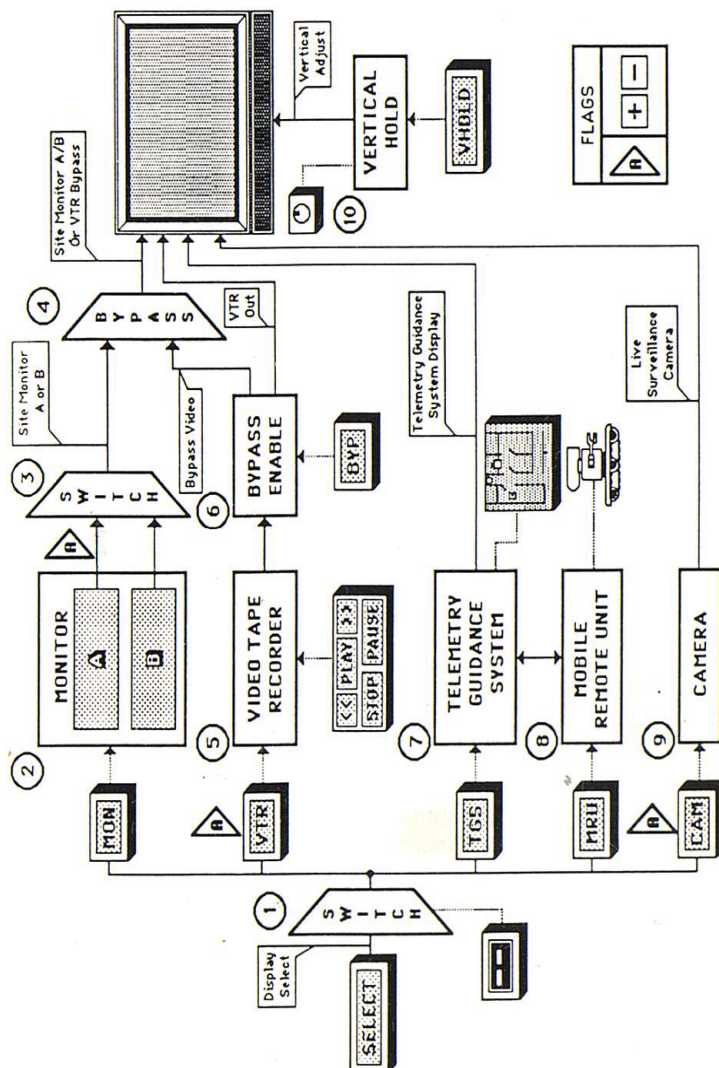

Bild 2-1 Funktions-Blockdiagramm
- Bild 2-1 Funktions-Blockdiagramm
Dieses Kapitel beschreibt nur die funktionellen Aspekte des MFSM. Siehe auch Instandhaltungs-Handbuch - Volume 2, Kapitel 3 - Theorie of Operation. Bild 2-1 zeigt das gesamte Block-Diagramm des MFSM-Systems. Fettgedruckte Zahlen im folgenden Text beziehen sich auf die eingezeichneten Zahlen im Bild 2-1.